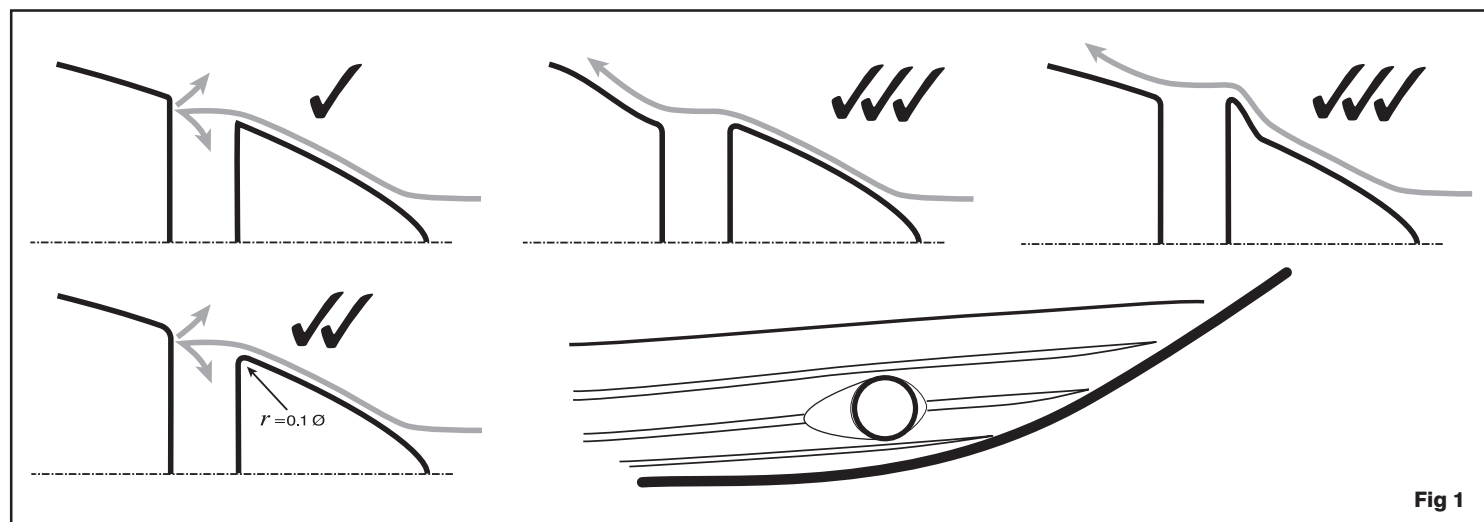

Fig 1
- TT Finjusterare kan monteras ny eller som ersättning för en redan existerande finjusterare (se Bild 1). Kontrollera monteringshålén, se sidan 10.
2. To reduce any potential loss of performance the entrance of the tunnel can be altered to improve thrust as well as reduce noise (see Fig 1).
2. Um potenziellen Leistungsverlust zu reduzieren, kann der Tunneleingang zur Schuberrhöhung und Lärmverringerung geändert werden (siehe Abb. 1).
2. Pour éviter toute perte potentielle de performance, l'entrée du tunnel peut être modifiée pour améliorer la poussée et réduire le bruit (voir fig. 1).
2. Para reducir cualquier pérdida potencial de las prestaciones, puede alterarse la entrada del túnel a fin de mejorar la propulsión, como también reducir el ruido (ver Fig. 1).
2. För att minimera en eventuell förlust av prestanda kan tunnelns öppning ändras för att förbättra kraften liksom minska bullret (se Fig. 1).